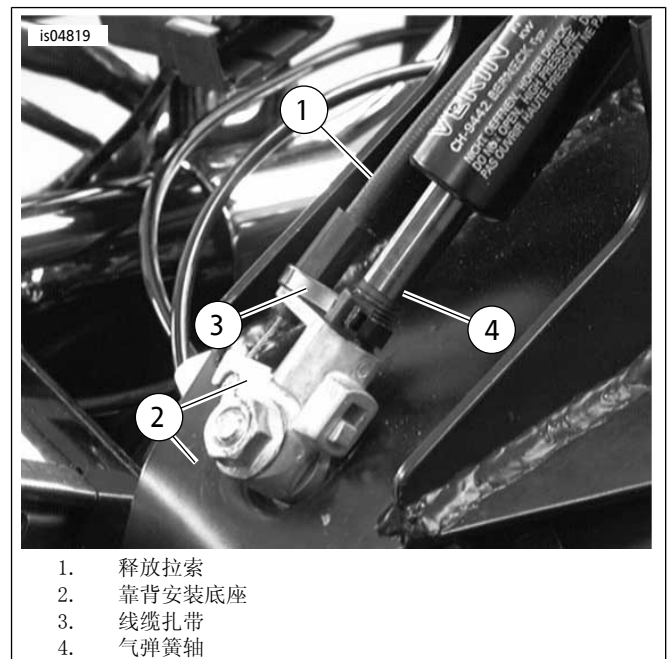

图6。将线缆连接到靠背支架
12. 图6按照图示将释放拉索(1)连接至靠背安装底座(2)。使用提供的线缆扎带(3)小心地将拉索固定至气弹簧(4)的轴上。切勿过度拉紧线缆扎带。